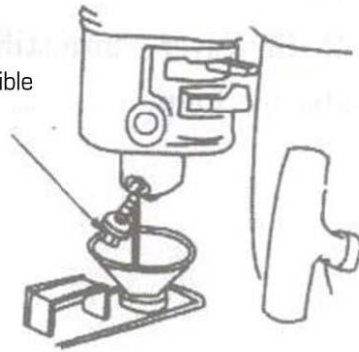

Fig. 27
3. Controlar que el combustible entre en el carburador. Comprobar si el grifo del combustible está girado en On, aflojando el tapón de descarga del fondo del carburador. (fig. 27).